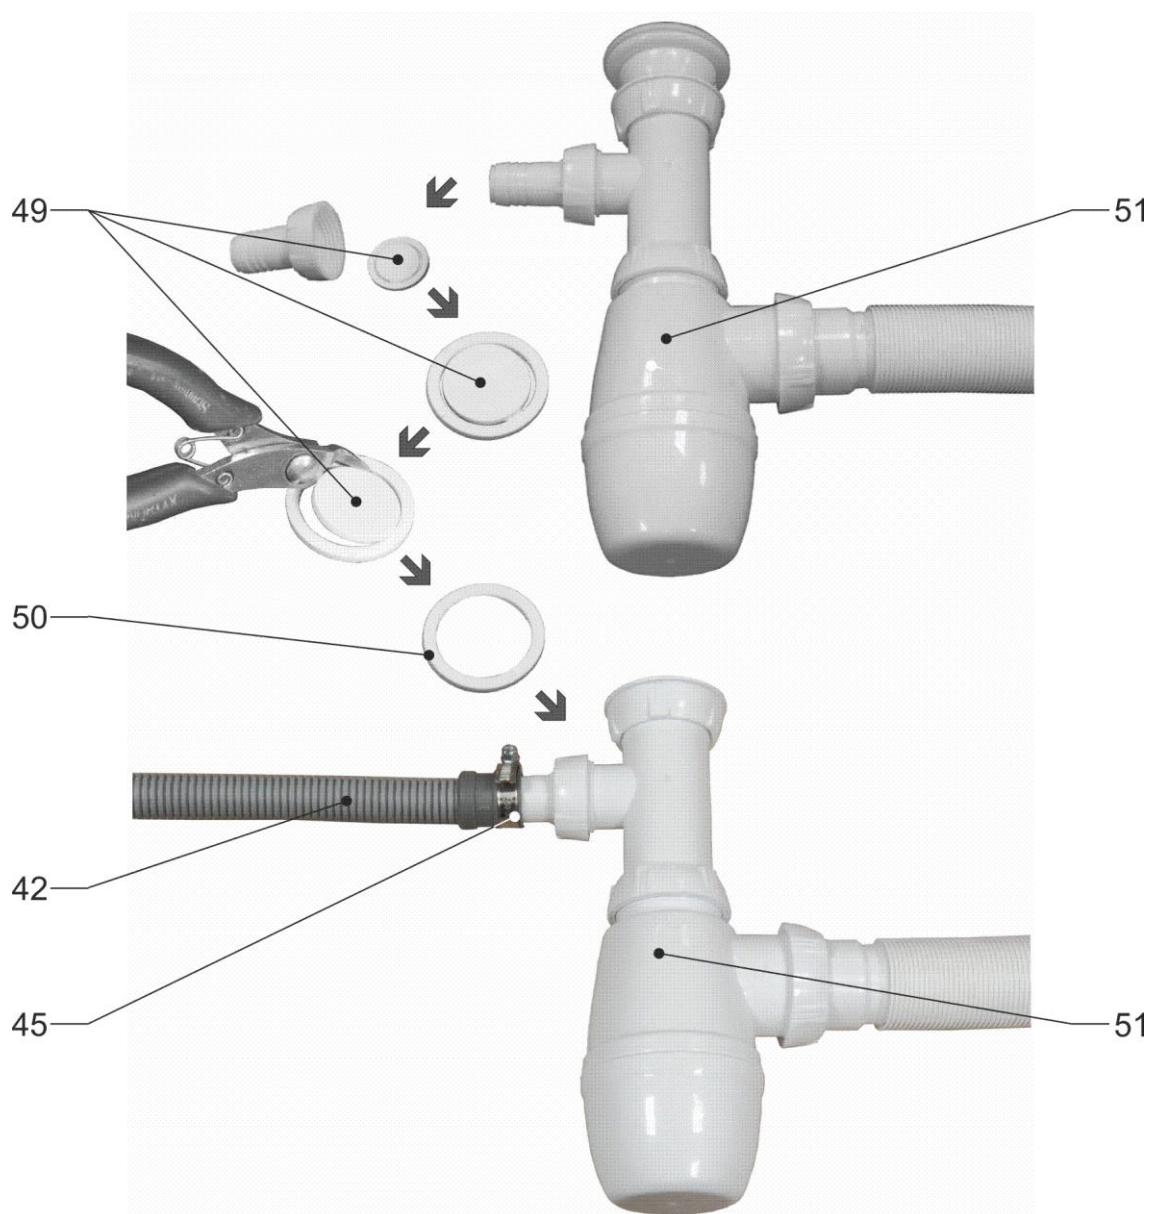

Рисунок 5-ИМ. Второй вариант подключения сливного шланга к канализации.
Свободный конец сливного шланга (42) надеть на патрубок на сифоне мойки (51), который предусматривается для подключения к канализации стиральных и посудомоечных машин (Рисунок 5-ИМ). При подключении к патрубку сифона, закрепить шланг с помощью хомута (45).